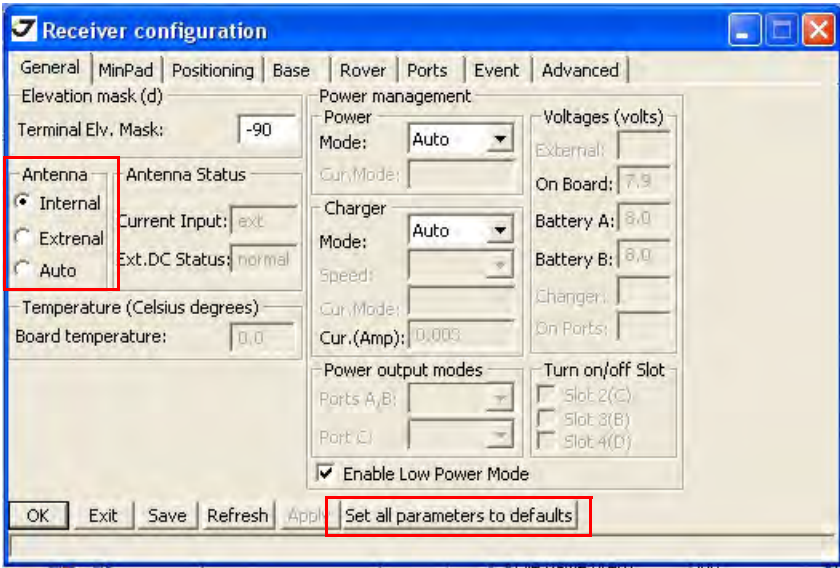

Рисунок 36. Set all parameters to defaults
4. В закладке *General* нажмите кнопку *Set all parameters to defaults* и установите параметр *Antenna* в значение *External*, если используется внешняя антенна (Рис. 36).